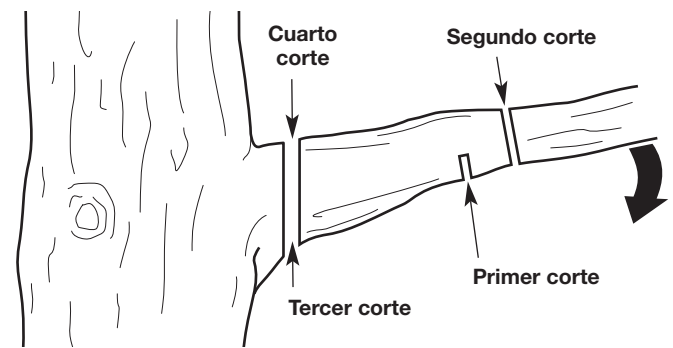

Fig. 8
2. Realice el primer corte aproximadamente a 6 pulgadas (15 cm) del tronco del árbol. Corte hacia arriba, desde la parte de abajo de la rama. Use la parte superior de la barra de guía para hacer este corte. Corte hasta un tercio del diámetro de la rama (Fig. 8).
3. Haga el segundo corte de 2 a 4 pulgadas (5 - 10 cm) más afuera en la rama. Corte hacia abajo, desde la parte de arriba de la rama. Use la parte inferior de la barra de guía para hacer este corte. Corte atravesando totalmente la rama (Fig. 8).
4. Haga el tercer corte lo más cerca posible del tronco del árbol. Corte hacia arriba, desde la parte de abajo del muñón de la rama. Use la parte superior de la barra de guía para hacer este corte. Corte hasta un tercio del diámetro de la rama (Fig. 8).
5. Realice el cuarto corte directamente encima del tercero. Corte hacia abajo, desde la parte de arriba del muñón de la rama. Use la parte inferior de la barra de guía para hacer este corte. Corte atravesando totalmente el muñón de la rama hasta alcanzar el tercer corte (Fig. 8). Así se retira el muñón de rama.